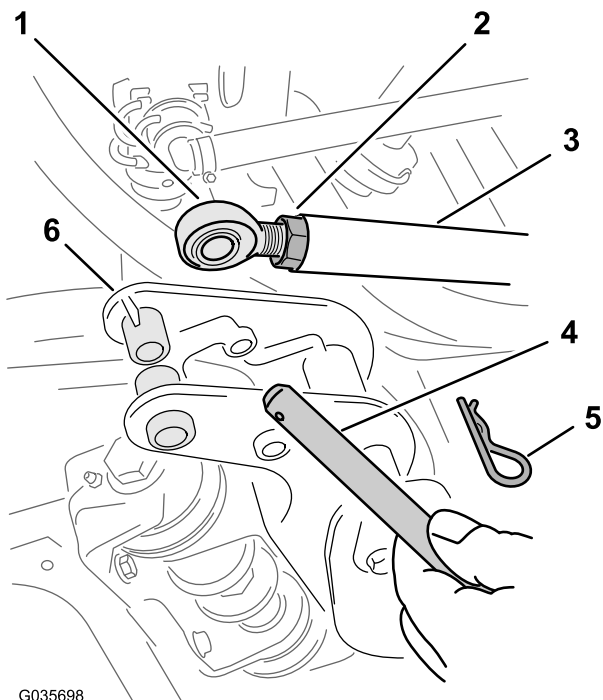

图 7
2. 在外部喷洒臂段的枢轴支架处拆下将提升油缸杆端固定至枢轴支架的发卡销和柱销图 7。
5. 松开两个提升油缸杆端处的锁紧螺母图 7。
6. 调节提升油缸的杆端直至杆端中的孔与喷洒臂段枢轴支架中的孔对齐图 7。
8. 用您在步骤 2 中拆下的发卡销图 7 将开口销固定至枢轴支架。
9. 拧紧两个杆的锁紧螺母直至螺母紧贴到位图 7。